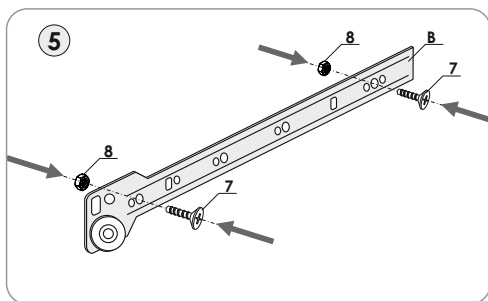

рис. 5.1
- 5.1 Удалите упаковку с направляющих ящика (детали В). В отверстия каждой направляющей вставьте по 2 винта М4х8 и накрутите на них несколько витков гайки М4 (рис.5.1).